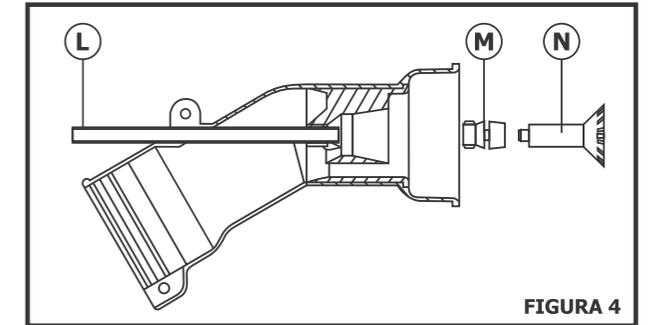

FIGURA 4
Puntas dosificadoras de caudal (Figura 4): Para modificar el caudal de descarga, utilice las puntas (M) dosificadoras codificadas por colores que van con el equipo. Para sustituirla, hale el inyector (L) totalmente hacia el frente y gire manualmente la punta dosificadora (M) hasta que la desenrosque totalmente. Selecciones y coloque la punta con el caudal deseado, seguidamente empuje nuevamente el inyector (L) hasta su posición inicial.
4.4 ALARGADOR DEL CONO DE ATOMIZACIÓN (N):
Utilizando el alargador (N), conseguirá un sensible aumento en el diámetro del cono de atomización, pero la velocidad de salida de aire y el alcance del chorro disminuirán. Para utilizarlo, basta enroscar (manualmente) el alargador (N) en la punta dosificadora (M) que va con el equipo (figura 4).